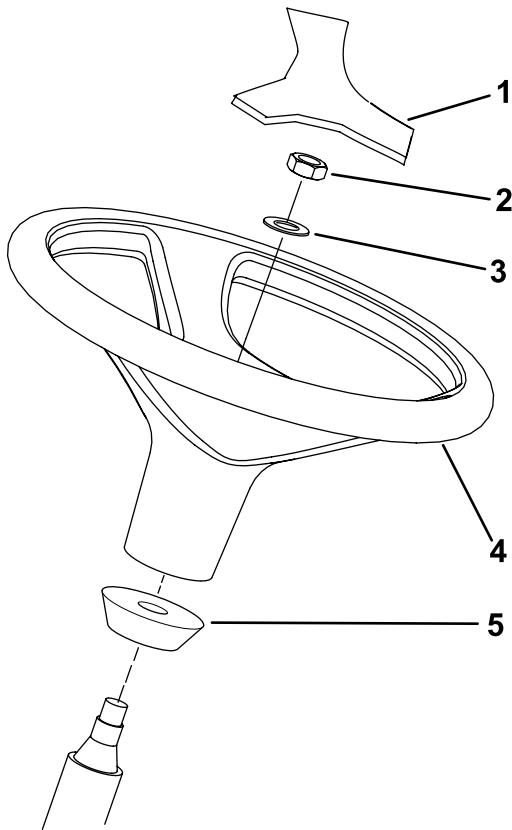

Рисунок 13
- 1. Снимите рулевое колесо с транспортировочного поддона (Рисунок 13).
- Примечание:** Убедитесь, что кольцо из пеноматериала осталось на рулевом валу (Рисунок 13).
3. Наденьте рулевое колесо и шайбу на рулевой вал (Рисунок 13).
5. Установите крышку на рулевое колесо (Рисунок 13).